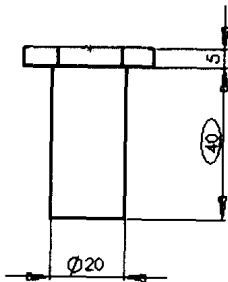
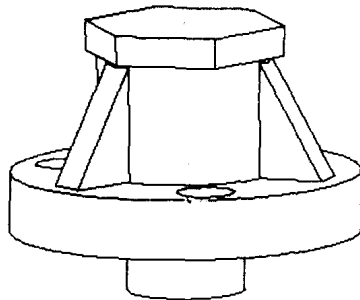

图 1-14 自动变化的工程图
图 1-15 变化后的装配体
(2) 检查零件设计修改后对工程图和装配体的影响。如图 1-14 和图 1-15 所示,可以看出它们都自动发生了变化。